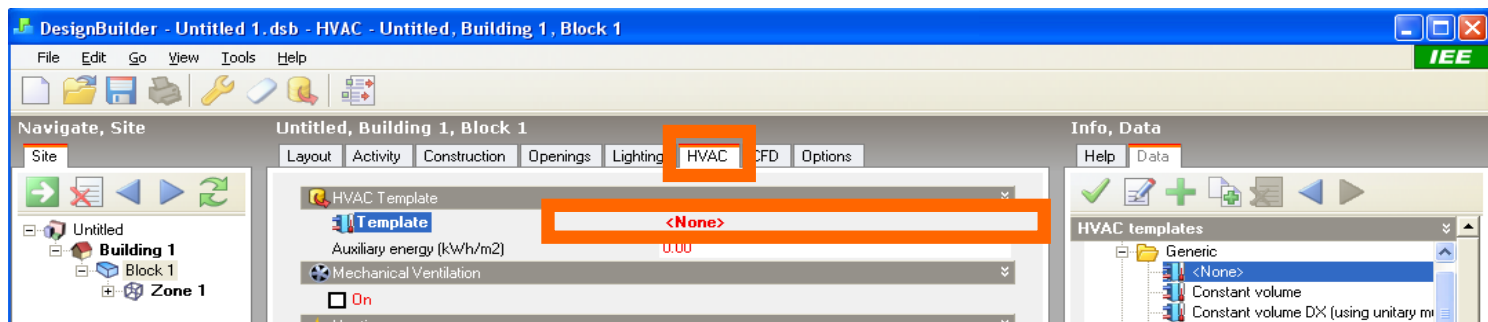

Figura 11 – Escolha do sistema de AVAC.
11. Ao nível do **Block** ou da **Zone** escolha a aba **HVAC**, no topo por baixo da barra de botões (ver Figura 11).